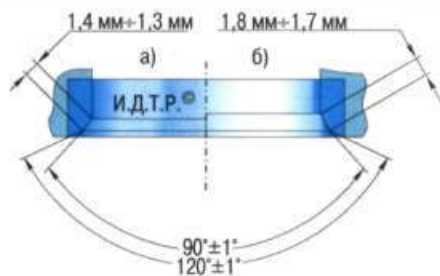

Рис. 5.8. Профиль седел клапанов: а – впускной клапан; б – выпускной клапан
29. Более значительные дефекты седел клапанов устраняют шлифовкой, выдерживая размеры, показанные на рис. 5.8. Седла рекомендуется шлифовать в специализированной мастерской, так как для этого требуются специальные инструменты и оборудование.